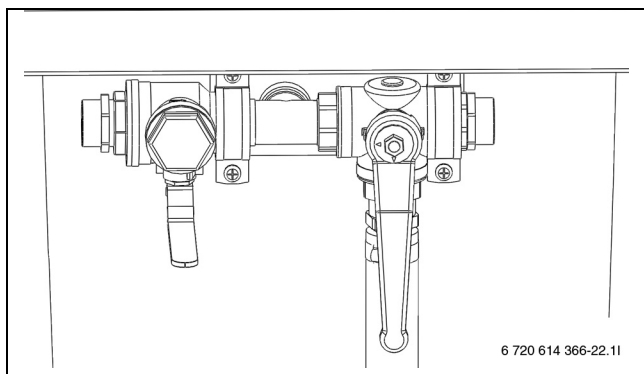

Bild 26 Påfyllningsstation i blandningsläge
- Vrid ventilerna på påfyllningsstationen så att de står i blandningsläge (→ Bild 26).